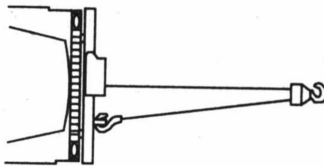

Abbildung 15
1. Doppelte Leine mit einem Flaschenzug (siehe Abb. 15), um die Belastung von Winde, Drahtseil und Batterie zu verringern. Durch die doppelte Leine wird auch die Geschwindigkeit der Windenleine verringert. Stellen Sie sicher, dass alle verwendeten Geräte die maximale Seilzugkraft der Winde erfüllen. Bei doppelter Leine sollten Flaschenzüge mindestens doppelt so stark sein wie die Seilzugkraft der Winde.